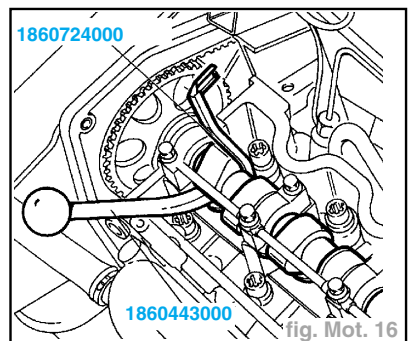

fig. Mot. 16
- 1860724000** de maintien des poussoirs en orientant les encoches sur le bord afin de faciliter l'extraction de la pastille à remplacer (fig. Mot. 16),